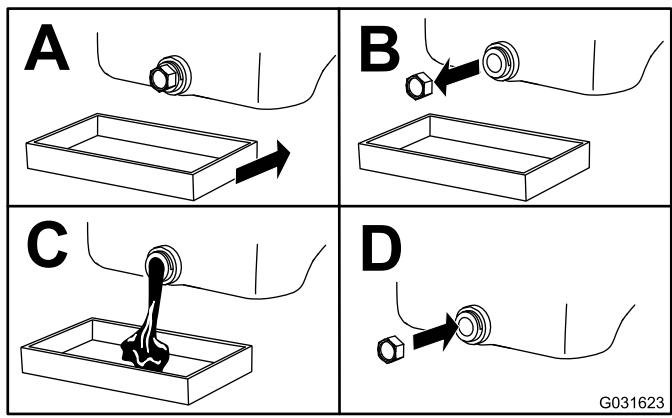

Figura 51
3. Cambiate l'olio motore come mostrato in Figura 51.